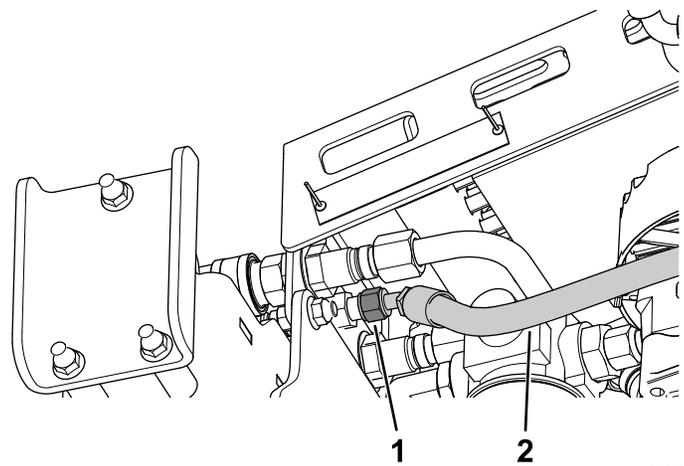

Figure 4
4. Fixez l'ensemble flexible sur le raccord de traversée (Figure 4).